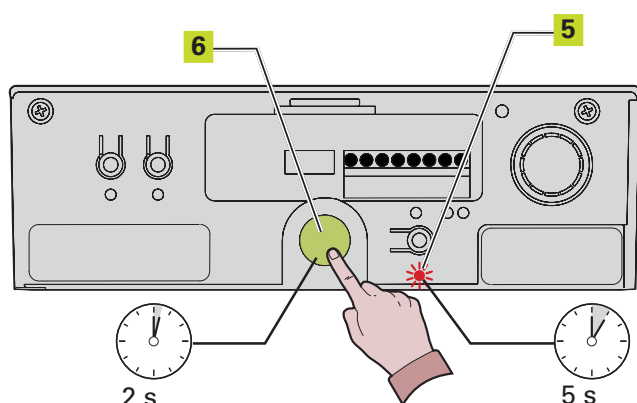

Fig. 45
Si la procédure d'apprentissage s'est terminée positivement, la LED de SET UP (Fig. 45 réf. ⑤) cesse de clignoter et reste allumée pendant 5 secondes.
Durant ces 5 secondes, il est possible, afin d'alléger la charge sur le système de déverrouillage, d'envoyer des impulsions d'OPEN (Fig. 45 réf. ⑥) toutes les 2 secondes pour faire reculer le chariot. Une impulsion correspond à une course de 5 millimètres.